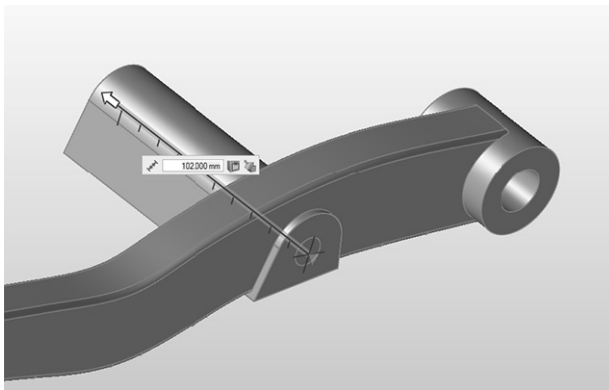

图 6-20
7) 单击并拖动该草绘平面, 将其挤成一个实体, 如图 6-20 所示。请确保单击圆的内部, 这样才能选中整个面。